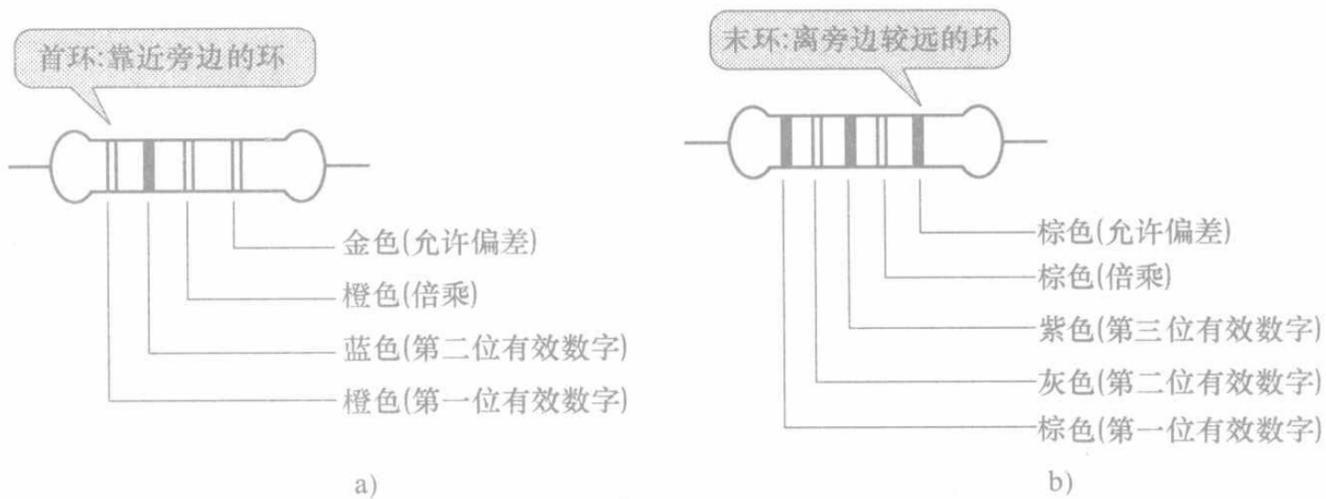

图 1-6 电阻器的色标示意图
(1) 直标法 一般在体积较大的电阻器上采用直标法，有的只标出标称阻值，有的还同时标出允许偏差。一般体积较大的电阻器额定功率也较大，但相同额定功率的金属膜电阻器比碳膜电阻器的外形要小。
(2) 色标法 用色环或色点(多用色环)来表示电阻器的标称阻值、允许偏差。色环电阻器又可分为四环电阻器和五环电阻器两类，其色码分别见表 1-3 和表 1-4。电阻器的色标示意图如图 1-6 所示。